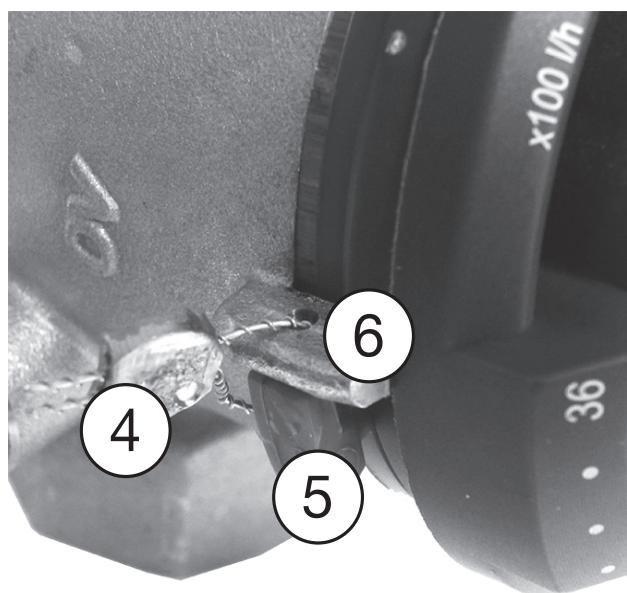

图 12：锁定预设置
- 1 移除锁定环 (3)。
- 2 按下并旋转手轮 (2)，直到额定值标记 (1) 显示所需的流量值（手轮随后锁回到齿轮中）。
- 3 重新安装锁定环 (3)。
可选地，可以使用铅封组件 (4)（附件，货号 1089091）在额定值标记 (6) 处铅封锁定环 (5)（参见 图 12）